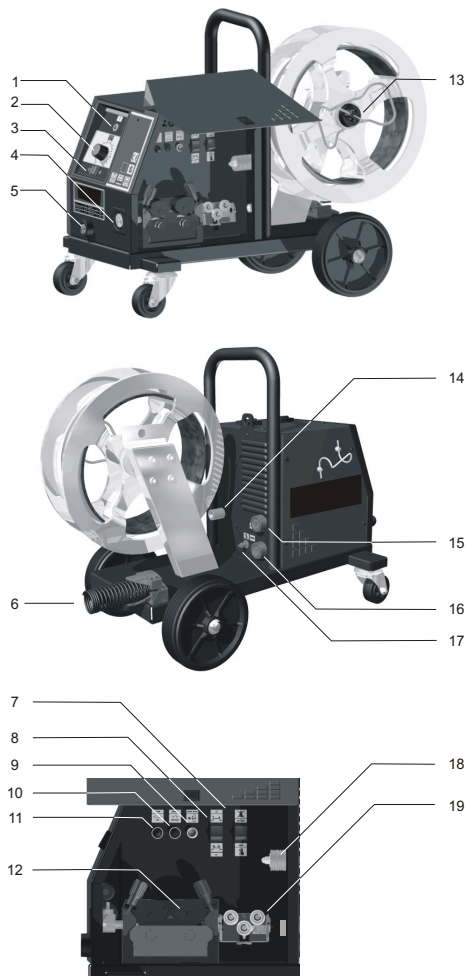

Fig.4
5.12 – Régler la vitesse de fil sur le bouton de réglage situé sur le panneau avant (2-Fig. 4).